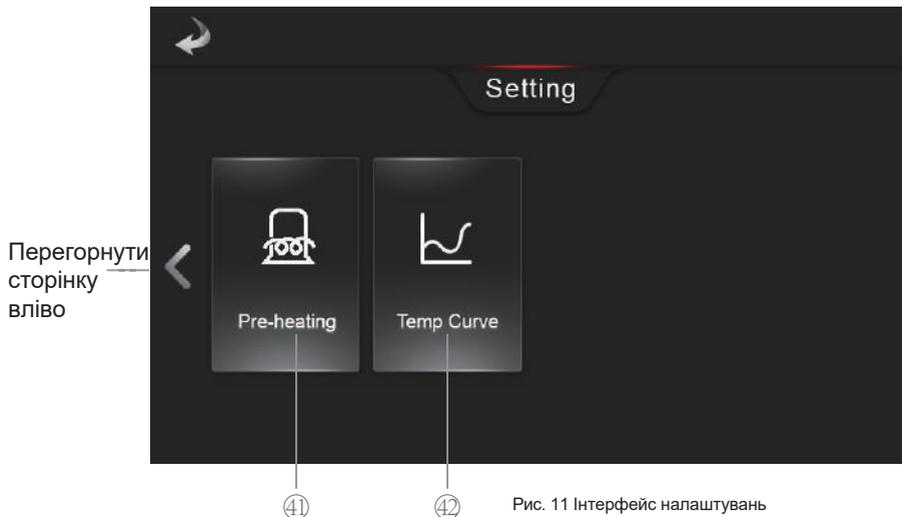

Рис. 11 Інтерфейс налаштувань
В інтерфейсі налаштувань (рис. 11), коли кнопка (41) відображає написи «OFF Preheating» (ВИМК. Попередній нагрів) та «», натисніть цю кнопку (41), щоб увімкнути функцію попереднього нагріву, і вона відобразить написи «ON Pre-heating» (УВІМК. Попередній нагрів) та «»; коли режим попереднього нагріву увімкнено, натисніть цю кнопку ще раз, щоб вимкнути його. Попередній нагрів доступний лише тоді, коли прилад вимкнено, або функцію попереднього нагріву неможливо